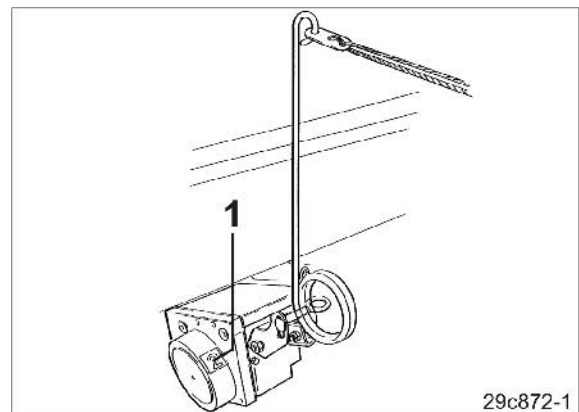

Fig. 77
- styretavlen være udstyret med det dertil egnede skalahjul (Fig. 77/1),